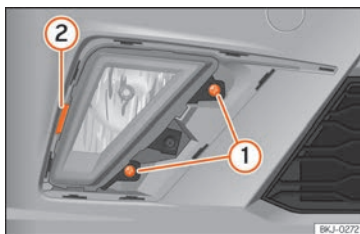

Abb. 53 Nebelscheinwerfer: Lampenhalter ausbauen
- Entfernen Sie die beiden Schrauben »» **Abb. 53** ① und lösen Sie den Klipp ② mit einer Hebelbewegung heraus, um den Nebelscheinwerfer herauszunehmen.